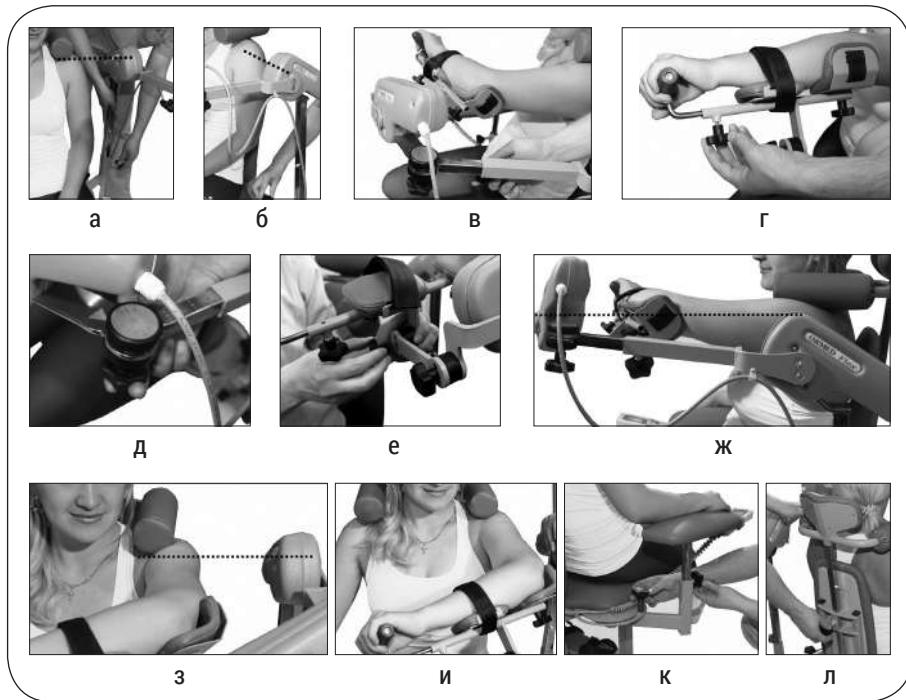

Рисунок 7.2 – Подстройка аппарата под пациента
Отрегулировать положения мотора А таким образом, чтобы ось мотора А совпала с центром плечевого сустава (рис.7.2а и 7.2б). Зафиксировать положение.
3. Ослабить фиксатор длины плеча (24), придерживая мотор В, выдвинуть его на расстояние, при котором локоть будет лежать на упоре локтя (34). Зафиксировать положение (рис. 7.2в).
4. Ослабить фиксатор длины предплечья (27), выдвинуть рукоятку (28) так, чтобы предплечье можно было легко разместить между упором локтя (34) и рукояткой (28). Зафиксировать положение (рис. 7.2г).
5. Ослабить фиксатор регулятора угла сгибания локтя (26), отрегулировать угол сгиба локтя. Зафиксировать положение (рис. 7.2д).
6. Ослабить фиксаторы (29) механизма переворота (22), отрегулировать совмещение оси локтевого сустава с осью мотора В и зафиксировать положение (рис. 7.2е).
7. Убедитесь, что ось мотора В, центр локтевого сустава и плечевого сустава находятся на одной линии. Оси мотора А и плечевого сустава находятся на одном уровне (рис. 7.2ж и 7.2з). При необходимости, подкорректировать настройки по п.2...6 раздела 7.3.
8. Зафиксировать предплечье ремнем. Оно должно полностью лежать на лотке (рис. 7.2и).
10. Ослабить фиксатор (33) (см. рис. 4.1) и настроить высоту ограничителя плеча (рис. 7.2л). Ограничитель плеча используется при сгибании до 100 градусов. При угле сгибания более 100 градусов ограничитель не используется.